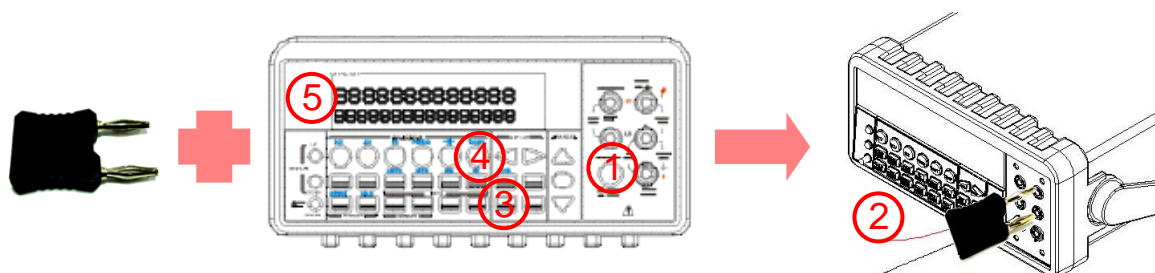

図 3-12
- ① TERMINALS スイッチを使用して前面パネルの入力端子を選択します。
- ② 図 3-12 に示すように、必ず熱電対アダプタと熱電対モジュールの組み合わせで温度を測定します(以下の図に示すようにモジュールの接続が完成したら、次のステップに進みます。)
- ③ CONFIG、TCOUPPL(SHIFT+TEMP)ボタンを順に押して、K TYPE、°C をはじめとする熱電対のタイプおよび単位を設定した後、ENTER ボタンを押します。
- ④ SHIFT、TEMP ボタンを順に押します。
- ⑤ ディスプレイ上の測定値を読み取ります。